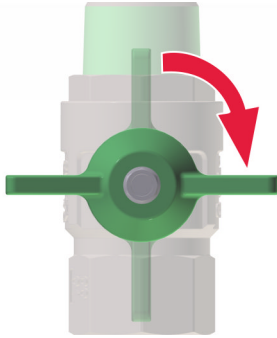

Abb. 46: Kugelhähne geschlossen
- Die Kugelhähne (Abb. 46) sind geschlossen.